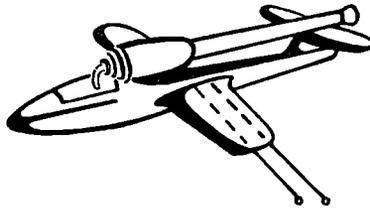

Abb. 178
**Eine startfertige Modelldüse, wie sie in Flugmodellen der Abbildung 178